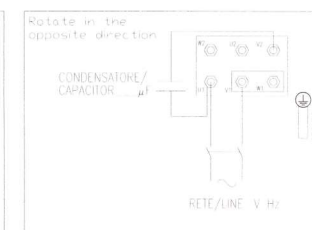

Рисунок 7
3. Обратите внимание на направление вращения вибрационного двигателя. Если необходимо изменить направление вращения вибрационного двигателя, сначала отключите и заблокируйте электропитание / подайте предупреждающий знак, затем измените направление вращения вибратора путем изменения порядка подключения силового кабеля (см. рис. 7).